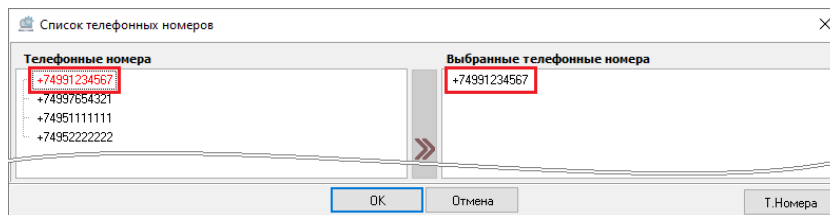

Рисунок 6-174 Выбранный телефонный номер
В поле **«Телефонные номера»** отображаются телефонные номера, выбор которых определяет состав телефонных номеров абонента. При этом для телефонных номеров, выбранных для абонента, применяется маркировка **красным шрифтом** (см. Рисунок 6-174).
- в окне «Список телефонных номеров» дважды кликните левой клавишей мыши по телефонному номеру в поле «Телефонные номера». Телефонный номер будет добавлен в поле «Выбранные телефонные номера (см. Рисунок 6-174);